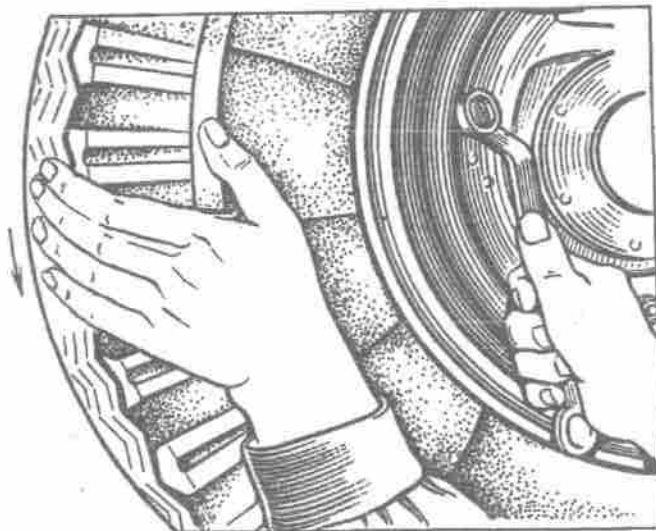

Bild 201. Einstellen des Luftspalts zwischen den Bremsbacken und der Bremstrommel
2. Rad langsam durchdrehen und gleichzeitig Einstell-exzenter drehen, bis das Rad abgebremst wird (Bild 201).
Beim Einstellen der Bremsbacken der Vorderräder und der vorderen Bremsbacken der Hinterräder soll das Rad in Fahrtrichtung gedreht werden, beim Einstellen der hinteren Bremsbacken der Hinterräder - gegen Fahrtrichtung (Bild 201).